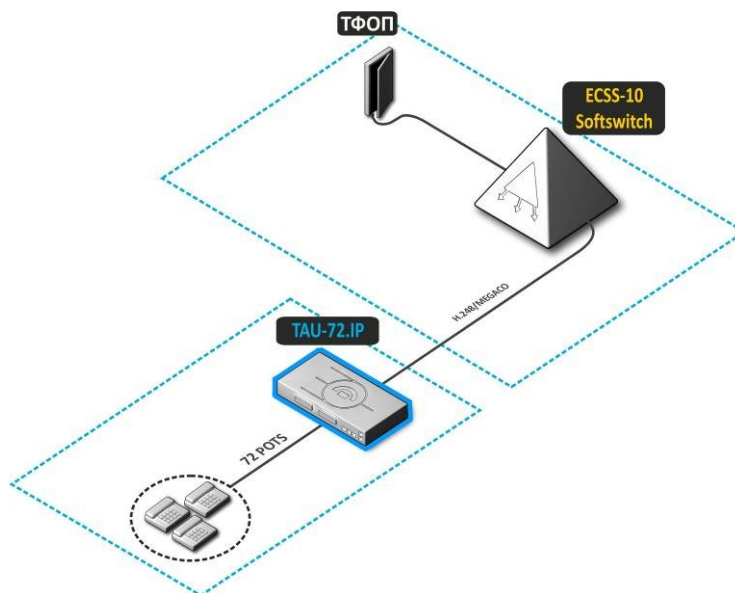

Рисунок 1 – Абонентский вынос TAU-72.IP
1. **Абонентский вынос.** В этом случае устройство выполняет функции шлюза между аналоговыми телефонными аппаратами и удаленной АТС, рисунок 1.